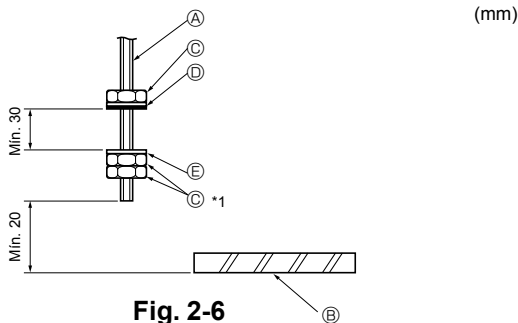

Fig. 2-6
2.4. Processos de suspensão da unidade (Fig. 2-6)